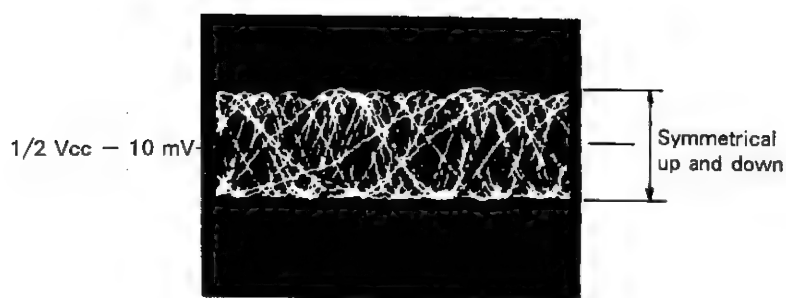

Figure 20-1
*1 Adjust to obtain vertically symmetric waveform (Fig. 20-1) with respect to the reference DC level. The reference level is $1/2 V_{cc} - 10$ mV.
*1 So einstellen, daß unter Berücksichtigung der Gleichstrom-Bezugsspannung eine vertikal symmetrische Wellenform entsteht (Abb. 20-1). Die Bezugsspannung beträgt $1/2 V_{CC} - 10$ mV.
*1. Ajuster pour réaliser verticalement une forme d'onde symétrique (Fig. 20-1) par rapport au niveau CC de référence. Il est de $1/2 V_{CC} - 10$ mV.